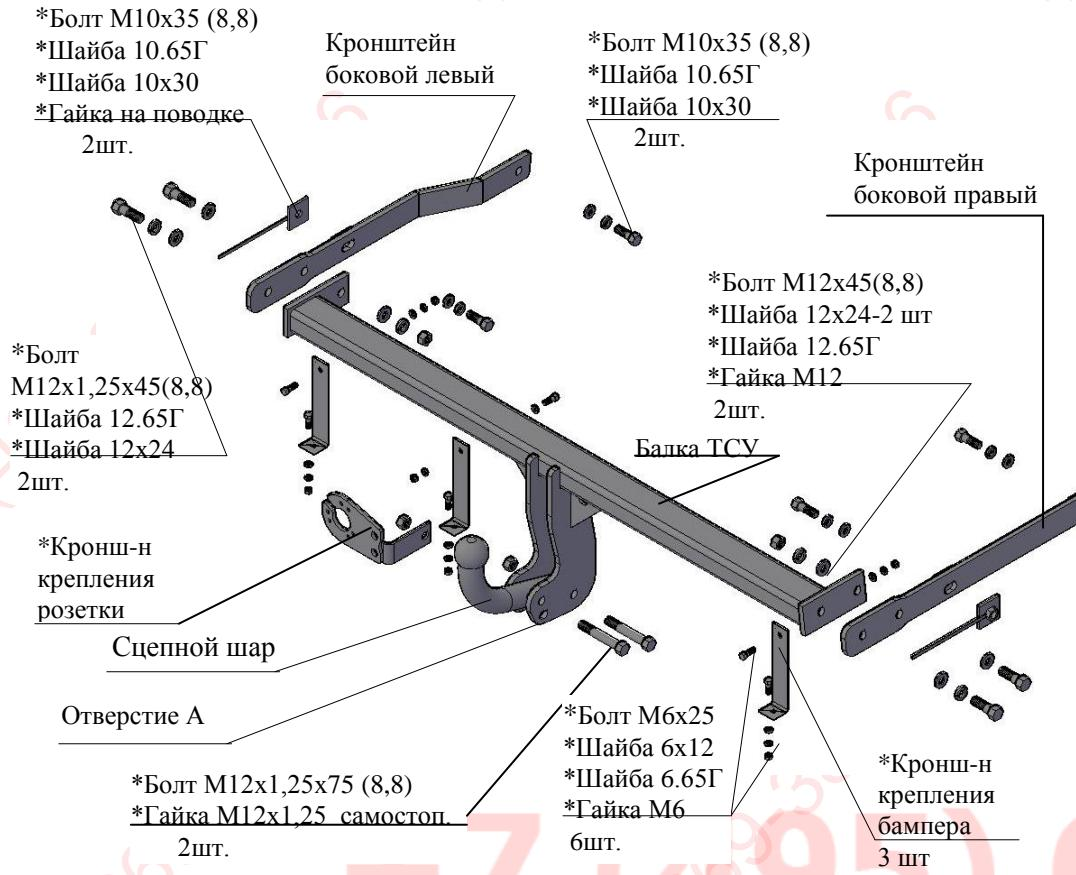

Рис.1 Тягово-сцепное устройство ТСУ 9050.
2.1 ТСУ 9050 в сборе (рис.1)	1 шт.
2.2 Пакет с комплектующими (см. рис.1)	1 шт.
4.3 Вставить боковые кронштейны ТСУ (правый и левый соответственно рис.1) внутрь лонжеронов. Закрепить кронштейны к боковым внутренним (а слева и к внешней) полкам лонжеронов а/м болтами M10x35, (к задним отверстиям по ходу а/м - гайками M10 на поводке), под головки болтов подложить шайбы 10.65.Г и шайбы 10x30. (При необходимости под передний по ходу а/м болт рассверлить в левом лонжероне отверстие Ø12.5). Крепеж не затягивать.
4.7 Установить на место глушитель, термозашиту, бампер (используя кронштейны крепления бампера и болты M6x25, шайбы 6x12, шайбы 6.65Г и гайки M6 соответственно рис.1).